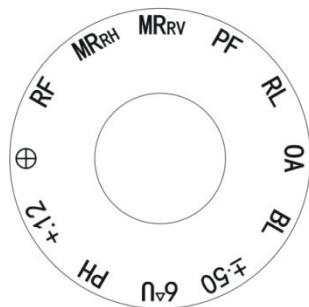
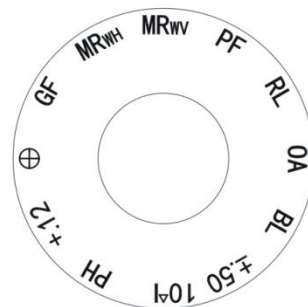

Abb.15
Abb.16
Zusatzlinsenknopf drehen ②, ist das gewünschte Symbol auf die 12-Uhr-Position zu setzen. Dann erscheint das entsprechende referenzierte Objektiv in der Untersuchungsblende ③ (Abb.15 und Abb.16).